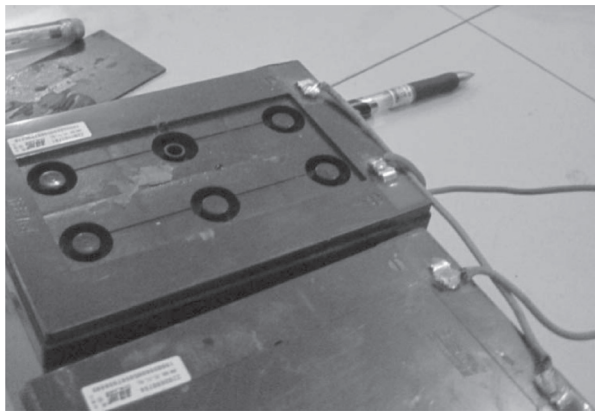

图 5-25 观察安全阀内电解液
2) 用螺钉旋具拆下蓄电池保护板,去掉安全阀,流动的电解液出现,如图 5-25 所示,检查电解液并没有干涸。